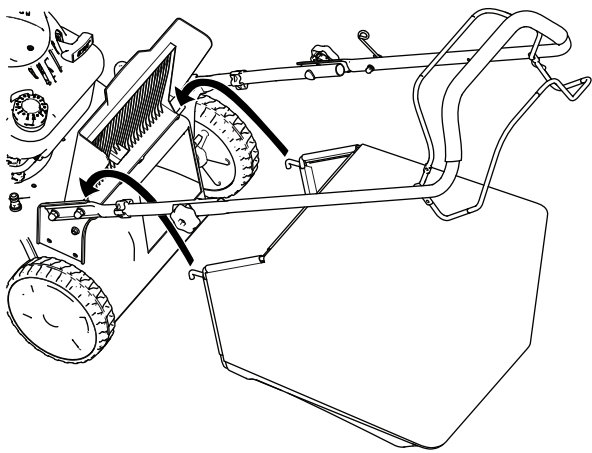

Figura 17
2. Sollevate lo sportello posteriore e tenetelo sollevato (Figura 17).
3. Montate il cesto di raccolta, accertandovi che i suoi perni siano inseriti nelle tacche presenti sulla stegola (Figura 17).
1. Sollevare lo sportello posteriore e tenetelo sollevato (Figura 17).